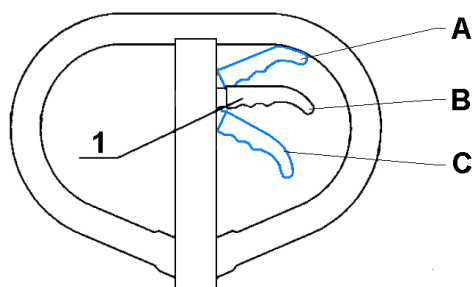

Fig. 5
- 3.7 Testar o transportador hidráulico nas diferentes posições (**A**, **B** e **C**) do acionador (1). Ver Fig. 5.